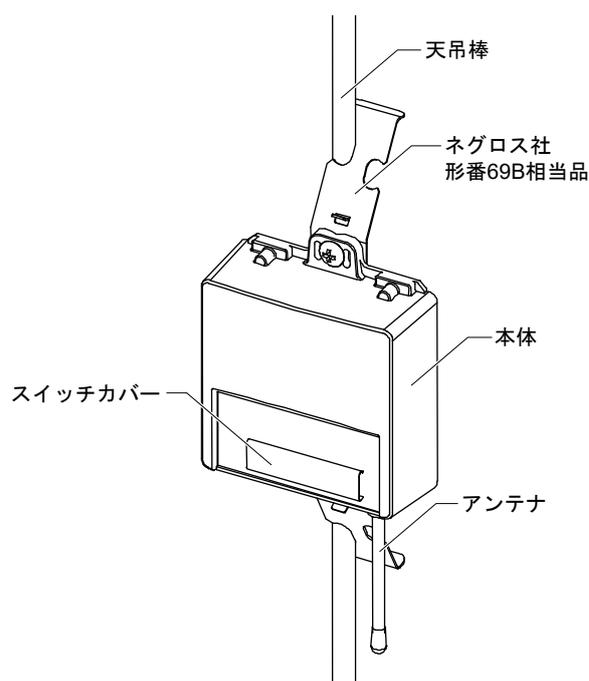

図10
- (2) 天吊棒に金具取付 (図10参照)
- ① スイッチカバーを手前に引っ張ってはずし、周波数チャンネルとグループアドレスおよびUTアドレスを設定します。設定が終わったら、スイッチカバーを取り付けます。